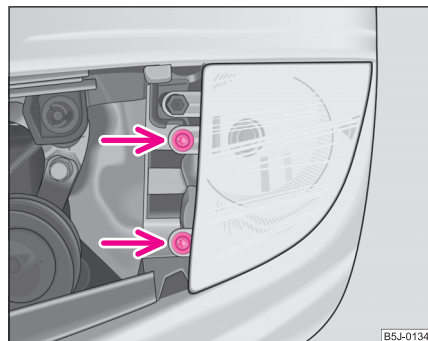

Abb. 186 Ausbau der Glühlampe des Nebelscheinwerfers
- Die Schrauben ⇒ Abb. 186 herausdrehen und den Nebelscheinwerfer herausnehmen.
- Drehen Sie die Schrauben ein ⇒ Seite 262, Abb. 186 und setzen Sie das Gitter wieder ein ⇒ Seite 251.